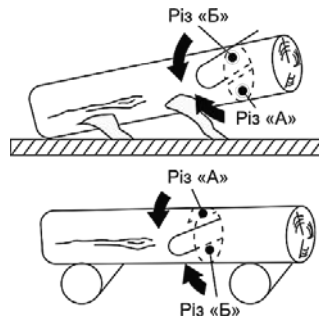

Рисунок 9
4.2.1 Розпилювання колоди за допомогою опор (дивіться рисунок 9)